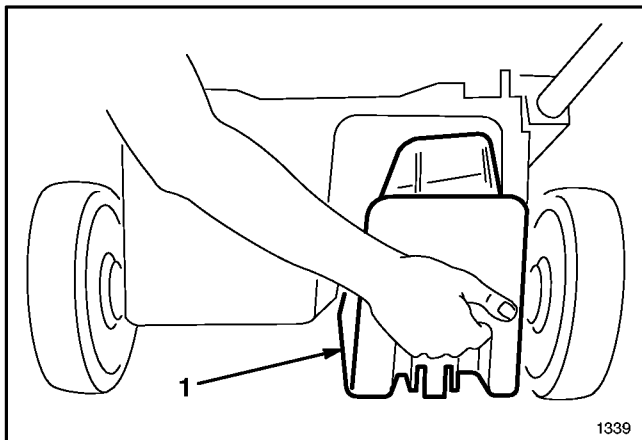

Abbildung 5
2. Die Auswurfabdeckung öffnen und den Einsatz in die Öffnung des Auswurftrunnels schieben (Abb. 5).